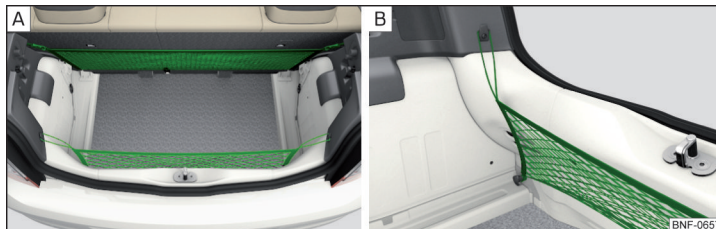
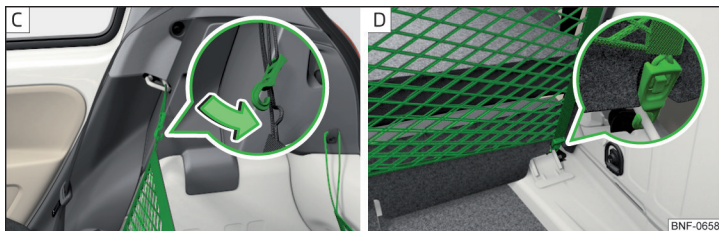

Fig. 76 Fastgørelseseksempel for net / Fastgørelse i det bageste område af bagagerummet
Fig. 77 Fastgørelse bag ved bagsædet
**Fastgørelse af net** » Fig. 76 og » Fig. 77